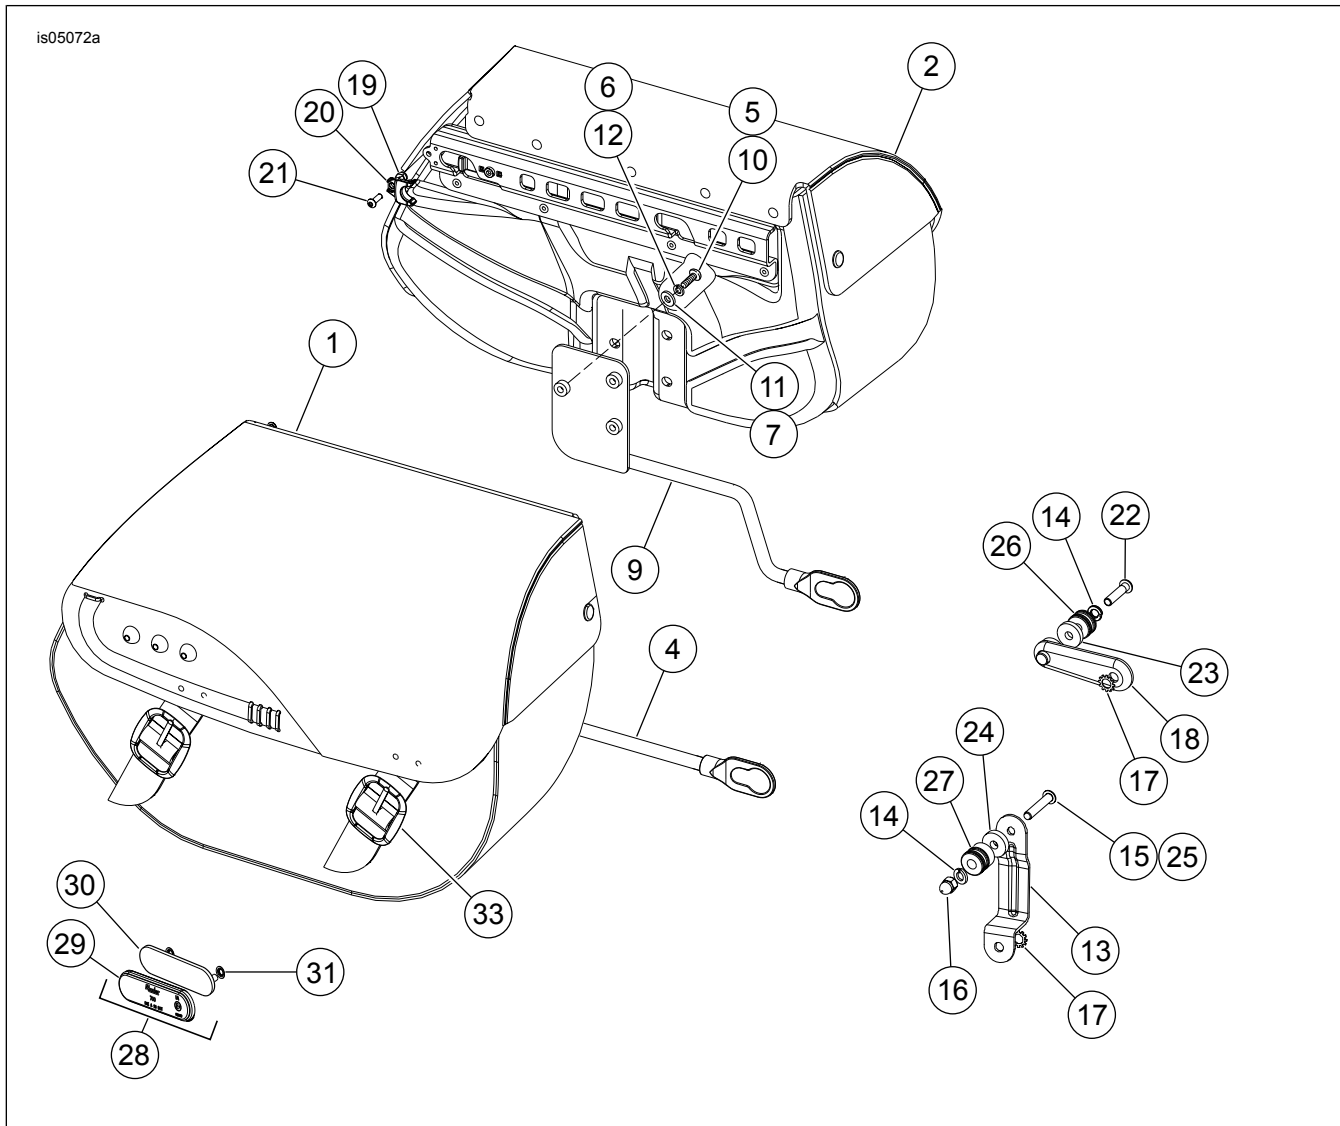

Abbildung 8. Ersatzteile: Abnehmbare Satteltaschen
1. Siehe Abbildung 8 und Tabelle 1. Die Reflektorhalterung (30) in der Mitte der Satteltasche zwischen den Riemen platzieren.
3. Mit Seifenwasser oder Isopropylalkohol die Oberfläche der Reflektorhalterung (30) an der Stelle reinigen, an der der Reflektor (29) angebracht werden soll.
7. Die Reflektorhalterung (30) mit zwei Druckmuttern (31) an der Satteltasche anbringen. Die Druckmuttern werden von der Satteltascheninnenseite aus eingebaut.